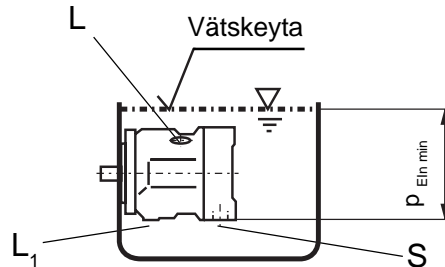

Bild 3
a) När den minimala vätskenivån är över pumpens övre kant: Anslutning "L", "L₁" och "S" skall vara öppna (se bild 3).